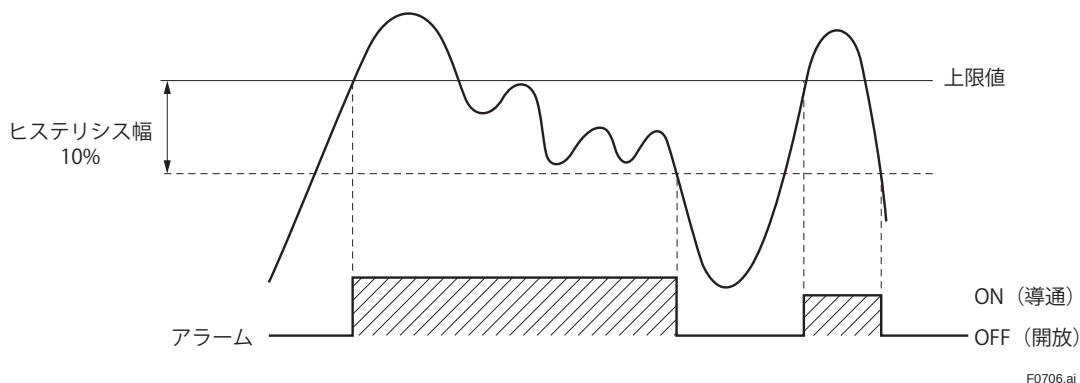

図7.4 上限値アラーム（警報）接点出力にヒステリシス10%を与えた場合の接点出力例
- ・ 図 7.4 のように上限値を超えるとアラーム出力が" ON" になります。アラーム出力が" ON" の後、上限値から設定したヒステリシス分指示が下がると" OFF" になります。